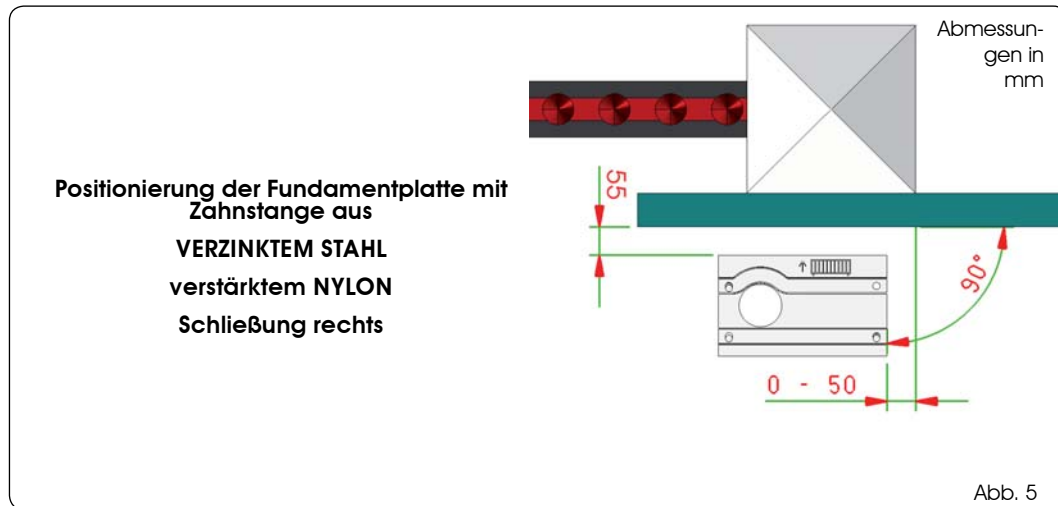

Abb. 5
2. Die Grundplatte muss gemäß Abb. 5 (Schließung rechts) oder Abb. 6 (Schließung links) positioniert werden, um ein korrektes Eingreifen zwischen Ritzel und Zahnstange zu ge-